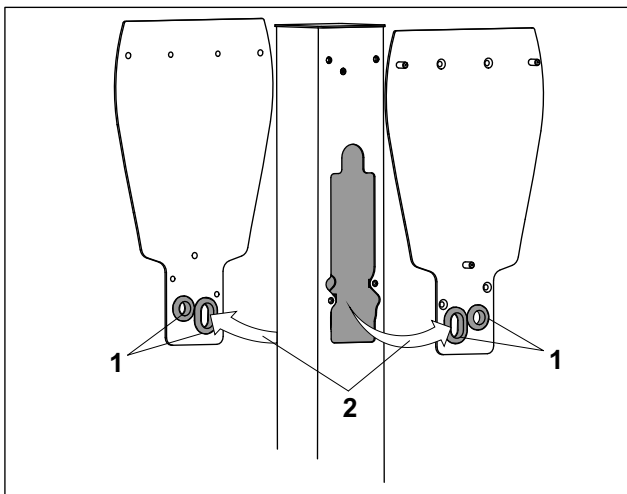

Fig. 3 Passacavo nelle piastre adattatrici
1. Le piastre adattatrici in dotazione possiedono passacavi separati per i cavi di alimentazione e i cavi dati. Fissare i manicotti passacavo in dotazione (fig. 3/1) alle rispettive aperture di passaggio dei cavi delle piastre adattatrici. Se non si utilizzano cavi dati, le corrispondenti aperture di passaggio dei cavi devono essere tappate con gli elementi di copertura in dotazione.
2. Far uscire i cavi dalla colonna (fig. 3/2) attraverso le corrispondenti aperture di passaggio dei cavi della rispettiva piastra adattatrice.